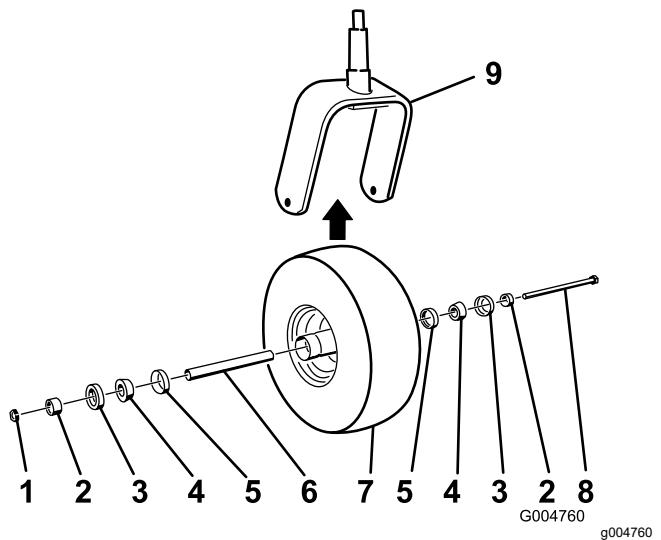

Рисунок 41
5. Соберите поворотное колесо, вставив с усилием заправленные консистентной смазкой подшипники с коническими роликами и уплотнения в ступицу колеса, расположенную, как показано на Рисунок 41.
2. Снимите контргайку с болта (Рисунок 41).